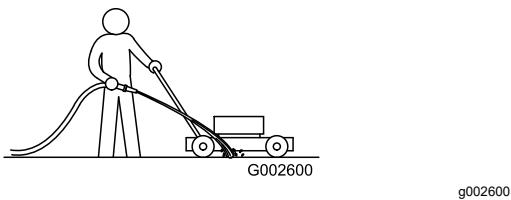

Figura 18
3. Mentre il motore acceso e la lama è innestata, spruzzate un getto d'acqua davanti alla ruota **destra** posteriore (Figura 18).